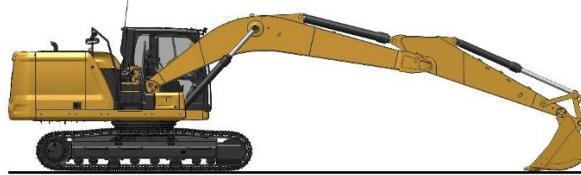

Рисунок 1
2. Полностью втяните шток гидроцилиндра рукояти. Отрегулируйте положение ковша таким образом, чтобы днище ковша находилось параллельно земле. Опустите стрелу так, чтобы навесное оборудование оказалось на земле. См. рис. 1 .